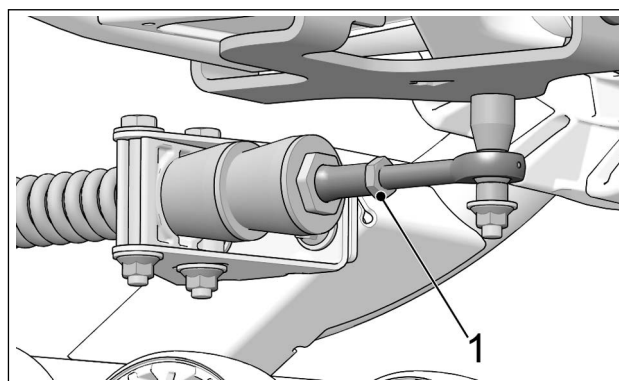

Figure 18
- Resserrer le contre-écrou (1) à un couple de 40 Nm (30 lb•pi). Voir Figure 18.